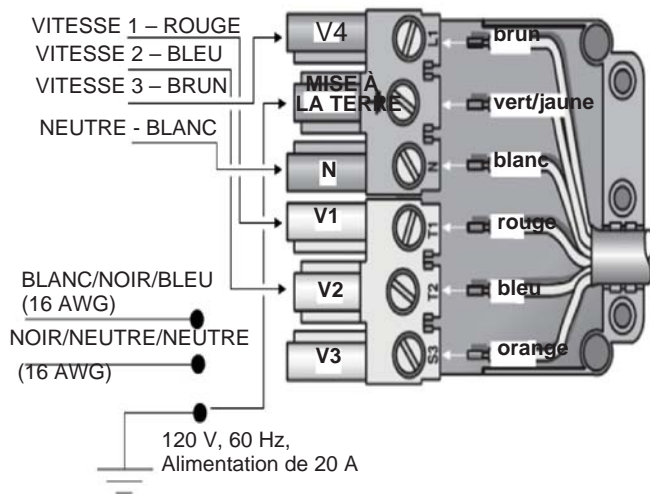

Figure 21 : Câblage de la hotte avec un ventilateur à distance
8. Branchez le ventilateur à distance aux fils du connecteur en tire-bouchon, comme illustré sur la Figure 21. Branchez le fil vert (mise à la terre) à la vis de mise à la terre de la boîte de connexion. Consultez les instructions d'installation du ventilateur pour plus de détails sur le câblage.